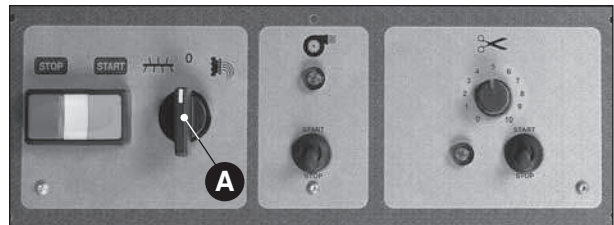

Fig. 2
- posizionare il selettore su "0" (**Fig. 2 A**), verificare il corretto montaggio della coclea, osservando che la parte cilindrica sia appoggiata all'albero di trascinamento;
In questo caso, prima di girare l'interruttore (**Fig. 2 A**) **DA IMPASTA A TRAFILA** aggiungere un po' di farina e lasciare impastare ancora un po'.